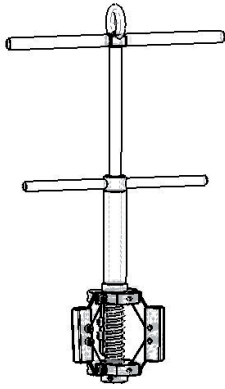

Imagen 22: Herramienta de elevación del estátor
Para sacar el estátor viejo del alojamiento del motor, también puede usarse una herramienta de extracción del estátor. En la sección 11, encontrará los N° de artículo. (Imagen 22)
## 8.2 Montaje del estátor (Imagen 22, 23)
**J 205, J 405** (Imagen 22, 23): Bloquee el nuevo estátor y asegúrese de que queda en su posición correcta hasta que haga tope dentro del alojamiento del motor. Proteja el aislamiento del estátor frente a daños y doble los cables del estátor juntos en dos grupos y póngalos en una posición en la que se puedan sacar fácilmente a través de los orificios/aberturas del alojamiento del motor cuando se monte el estátor. Evite que los cables entren en contacto con el alojamiento caliente del motor durante el ensamblaje. Asegúrese de que el alojamiento del motor está asegurado con la grúa y que se puede bajar por completo sobre el estátor.
Para volver a colocar el nuevo estátor en el alojamiento del motor, también puede usarse una herramienta de extracción del estátor. En la sección 11, encontrará los N° de artículo. (Imagen 22)
**J 604** (Imagen 22, 24, 25): Bloquee la alojamiento estátor y asegúrese de que el nuevo estator se puede bajar por completo en la alojamiento estátor. Proteja el aislamiento del estátor frente a daños y doble los cables del estátor juntos en dos grupos y
Una herramienta de elevación del estator se utiliza para levantar el nuevo estator en la alojamiento estátor. En la sección 11, encontrará los N° de artículo. (Imagen 22)